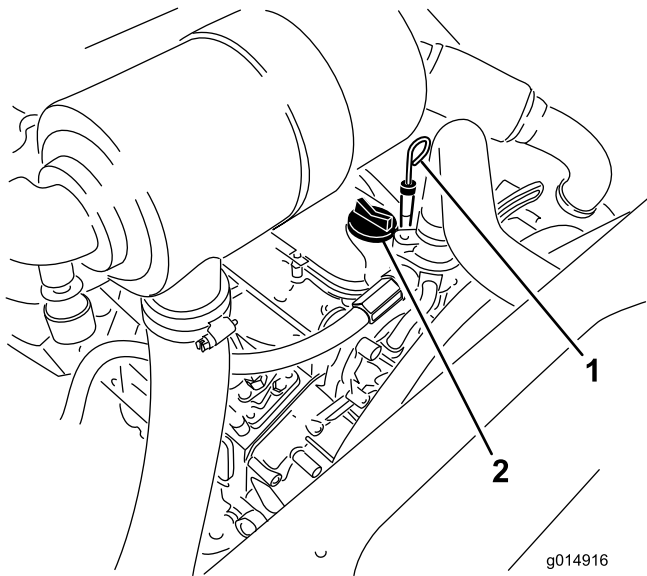

図 26
5. オイルの量が不足している場合は、補給キャップ 図 26 を取り、Full 位置までオイルを補給する。